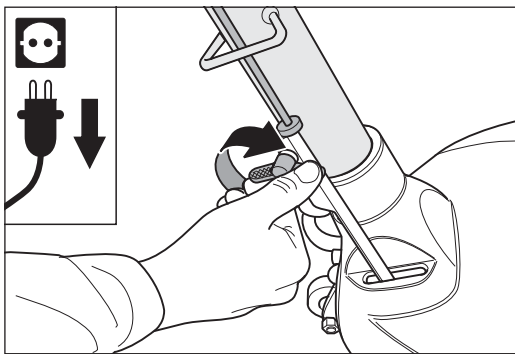
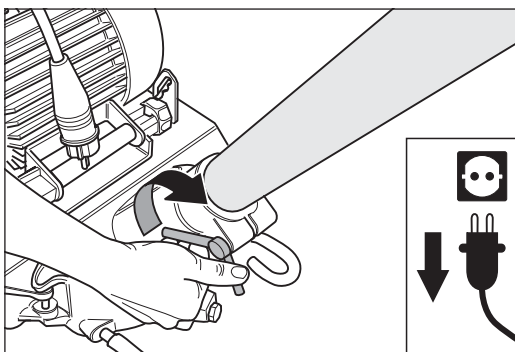

Abb. 9 Nach dem Einbau des Führungsrohrs die Flügelschraube am Gestängeunterteil sorgfältig festziehen.
Abb. 10 Nach dem Einbau des Führungsrohrs die Flügelmutter am Maschinengehäuse sorgfältig festziehen.
- 4 Ziehen Sie die Flügelschraube am Gestängeunterteil (Abb. 9) und die Flügelmutter am Maschinengehäuse (Abb. 10) sorgfältig fest.